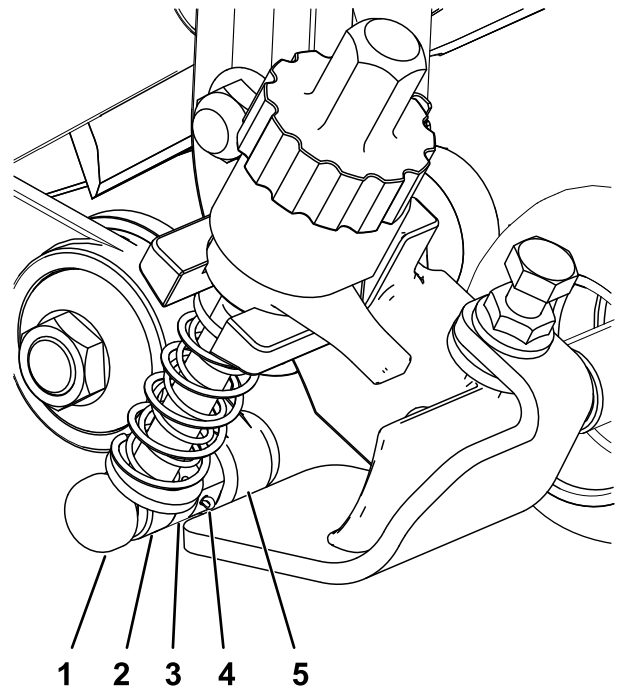

Figure 11
3. Sur l'ensemble de tension, alignez la tige du bras de réglage du support de hauteur de coupe et le manchon d'ajustement, et fixez-la avec une goupille de réglage et une goupille fendue (Figure 11).